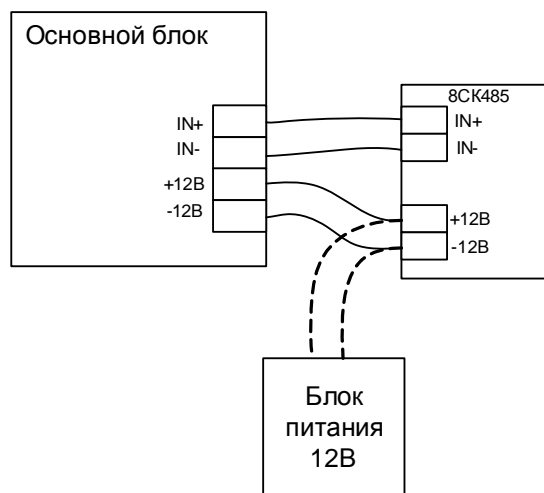

Рисунок 2 - Подключение 8CK485 к основному блоку
Клеммы ”- 12В” и ”+ 12В” предназначены для питания устройства. Питание можно подводить от основного блока или использовать адаптер  $\sim 220\text{В}/=12\text{В}$  (см. рис.2).
- Для подвода питающих и интерфейсных проводов необходимо снять крышку устройства и закрепить провода в соответствующих им клеммах (см. рис. 2, 4, 5).